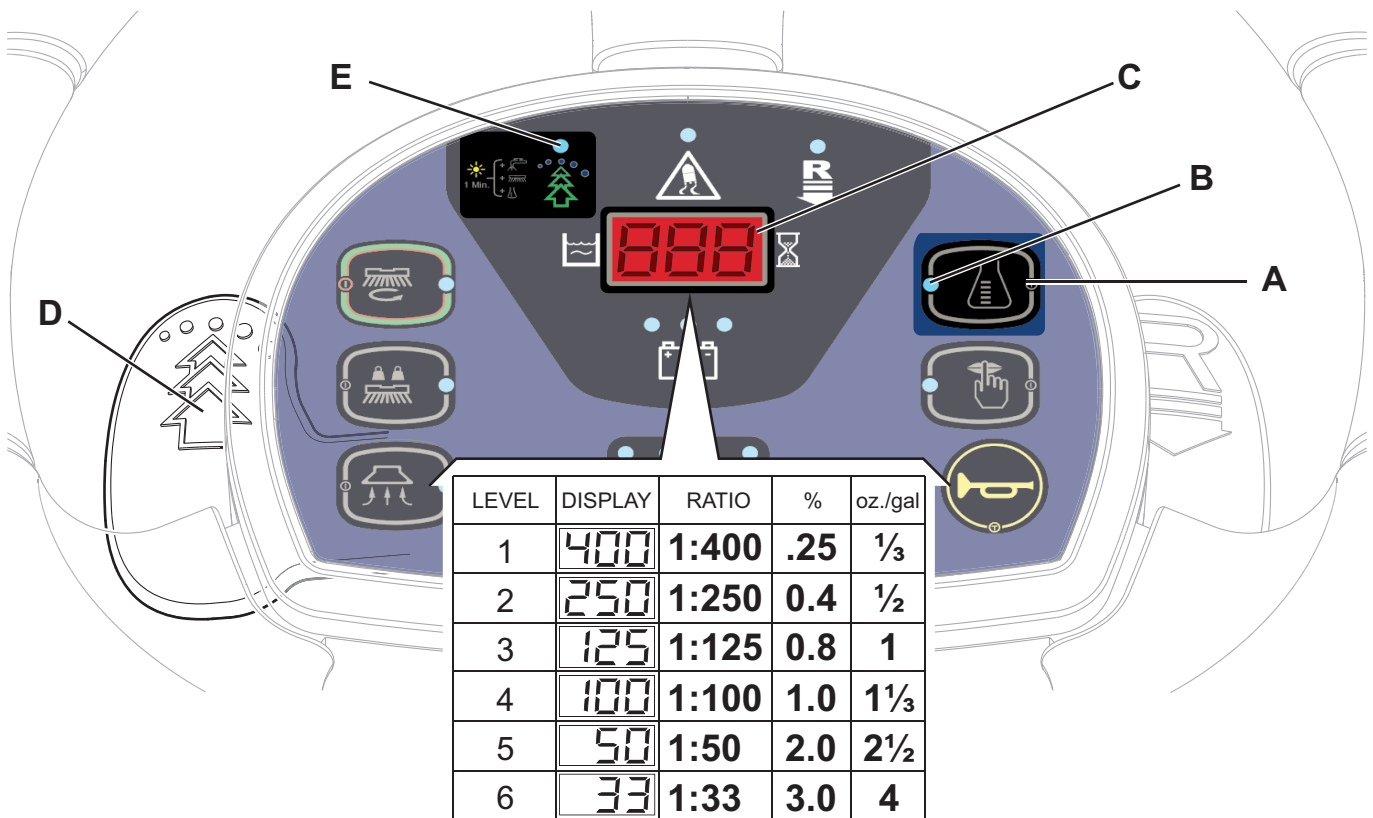

Figura 3
El visualizador (C) indica el nivel de concentración del detergente en la solución detergente, como en la tabla indicada en la figura 3.
1. Desactivar el pulsador de ajuste del porcentaje de detergente (A) [el LED (B) debe estar apagado].
2. Pulsar y mantener pulsado el pulsador de ajuste del porcentaje de detergente (A) hasta que parpadee la luz de aviso (B).
3. Soltar el pulsador (A). Pulsarlo de nuevo por algunos segundos para pasar al nivel sucesivo indicado por el visualizador (C) como indicado en la figura 3; repetir la operación hasta obtener el ajuste deseado.
4. Esperar que el LED (B) acabe de parpadear: el nuevo nivel está ajustado.